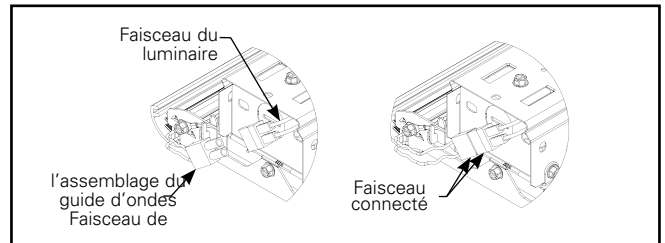

Figure 6.
5. Raccordez le faisceau de fils de la DEL à l'extrémité de l'assemblage du guide d'ondes (figure 6).